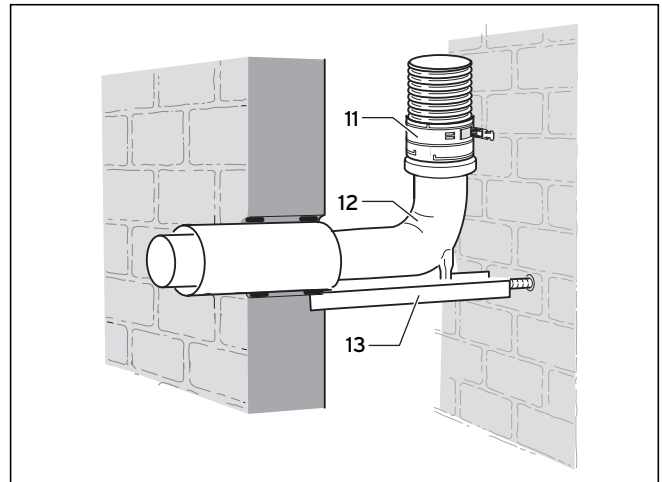

Рис. 6.40 Концентрическое подсоединение к гибкому выпускному газопроводу
- Монтируйте концентрический шахтный патрубок, как описано на рис. 6.40.